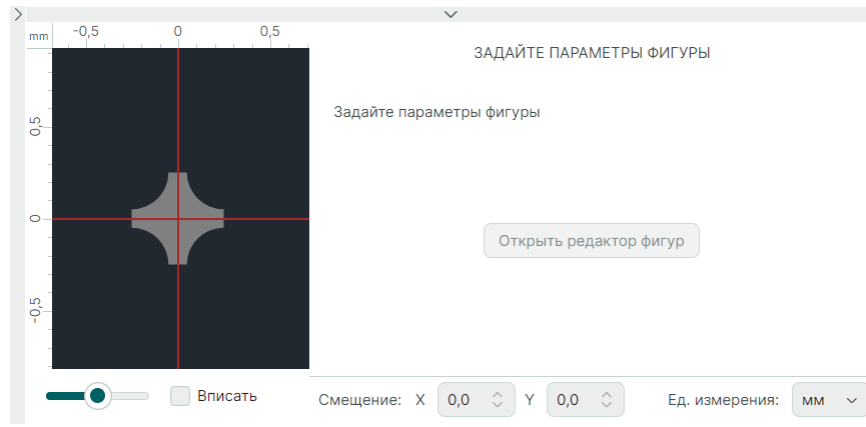

Рис. 49 Кнопка «Открыть редактор фигур»
2. Нажмите «Открыть редактор фигур», см. Рис. 49.